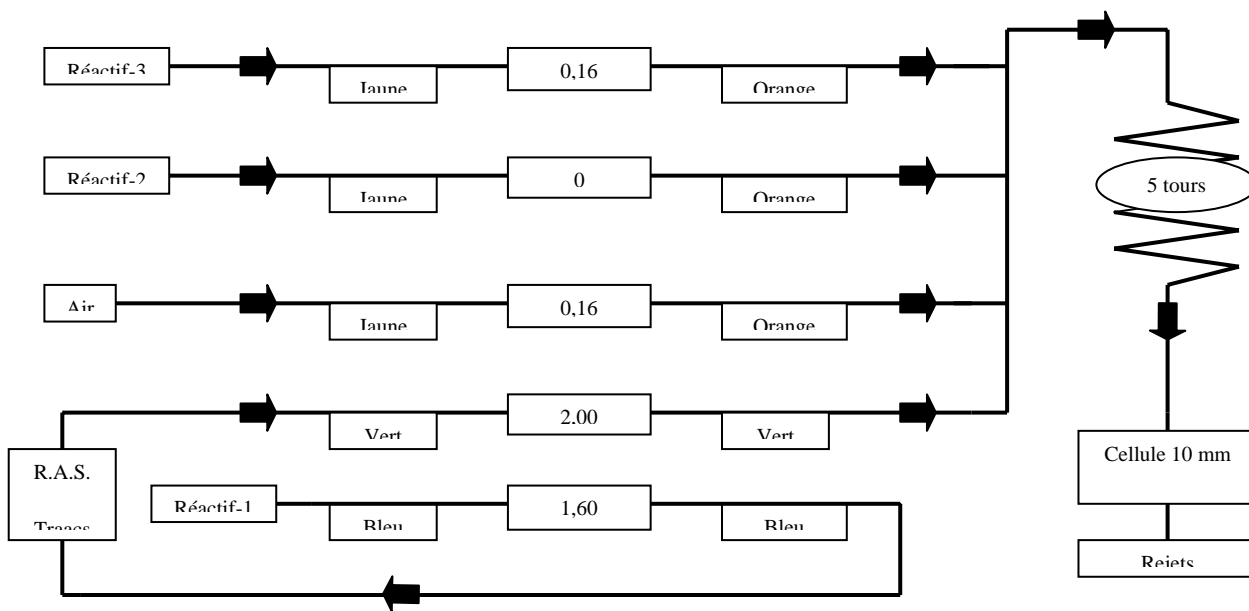

Figure 1 : Schéma du système à réaction pour le dosage du phosphore en trace.
- Assembler le système à réaction présenté à la figure 1. Les nouveaux tubes doivent être conditionnés en suivant les instructions données dans l'annexe B.